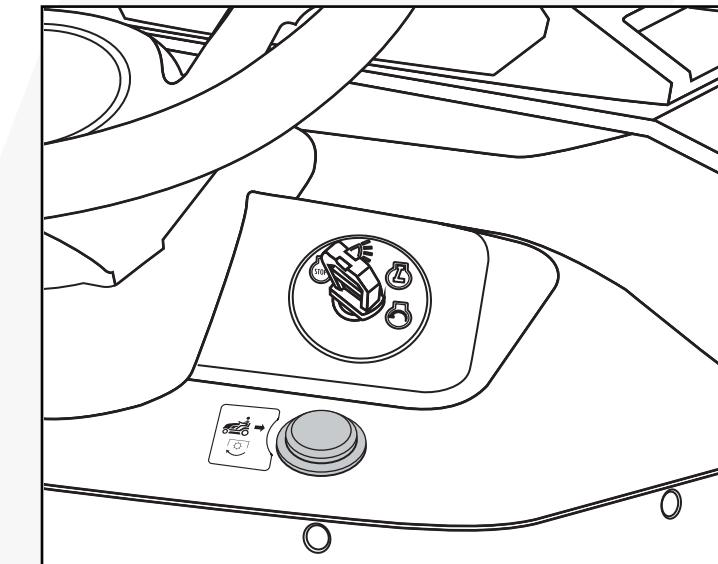

Fig. 24
2. Mantenga pulsado el botón M-I-R. (Fig. 24)